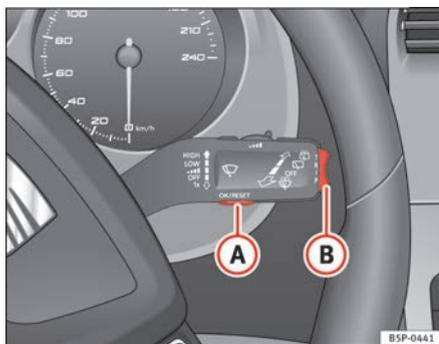
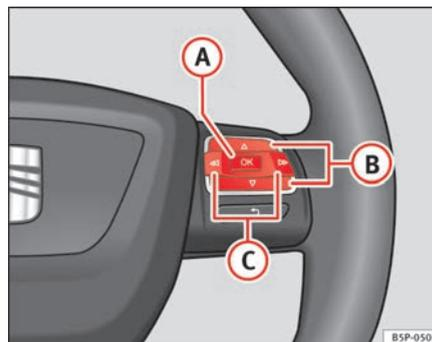

Fig. 43 Palanca del limpiacristales: tecla A para confirmar opciones del menú y tecla basculante B para cambiar de menú
Fig. 44 Mandos en volante: tecla A para confirmar opciones del menú y teclas B para cambiar de menú
⇒ página 68, fig. 44 hasta que lo visualice en la pantalla. Ya está dentro de este menú.
- Para cambiar de una memoria a otra, pulse brevemente la tecla **A** ⇒ página 68, fig. 43 ⇒ página 68 de la palanca del limpiacristales o la tecla **OK** del volante multifunción ⇒ página 68, fig. 44 ⇒ página 68 con el encendido conectado. ▶
En el indicador multifunción puede consultar los siguientes datos accionando la tecla basculante **(B)** ⇒ página 68, fig. 43 ⇒ página 68 de la palanca del limpiacristales o pulsando la tecla **(Δ)** o **(▽)** ⇒ página 68, fig. 44 del volante multifunción*.